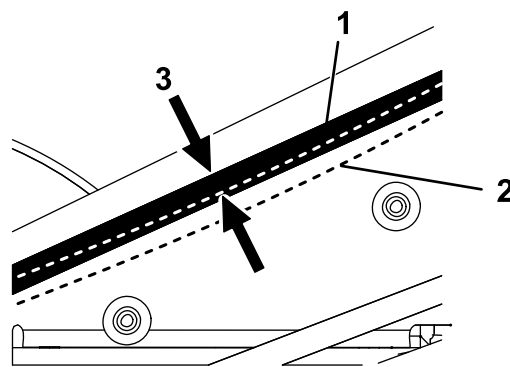

Figura 24
4. Presione la correa hacia abajo para comprobar la tensión. Debe poder desviar la correa nueva 5.6 mm (0.22") usando una fuerza de 2.9 kg (6.5 libras) (Figura 24).